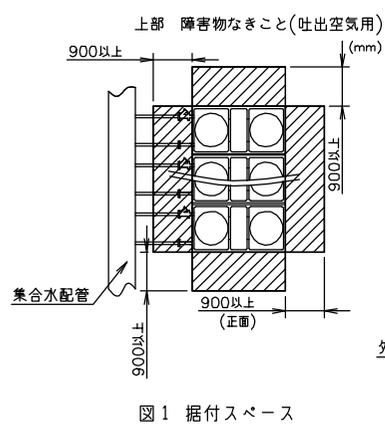

図1 据付スペース
- 注4. 熱源機の周囲および集合水配管との間には、図1の据付スペース以上確保してください。